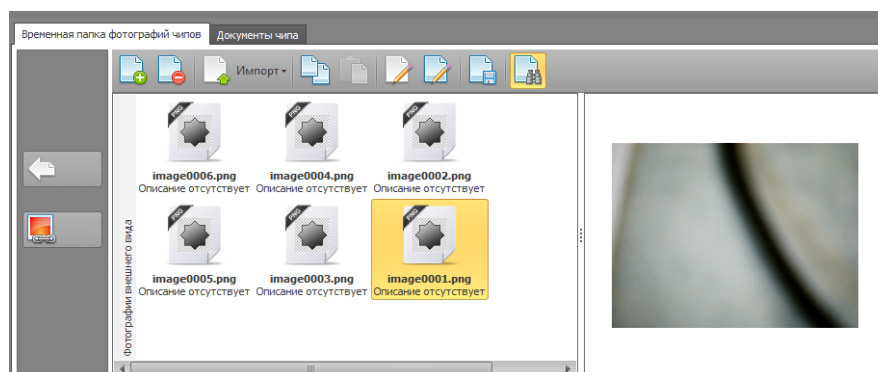

Рисунок 81
- Для предварительного просмотра изображения микросхем используйте окно предпросмотра вкладки –**Временная папка фотографий чипов**. (Рис. 81)